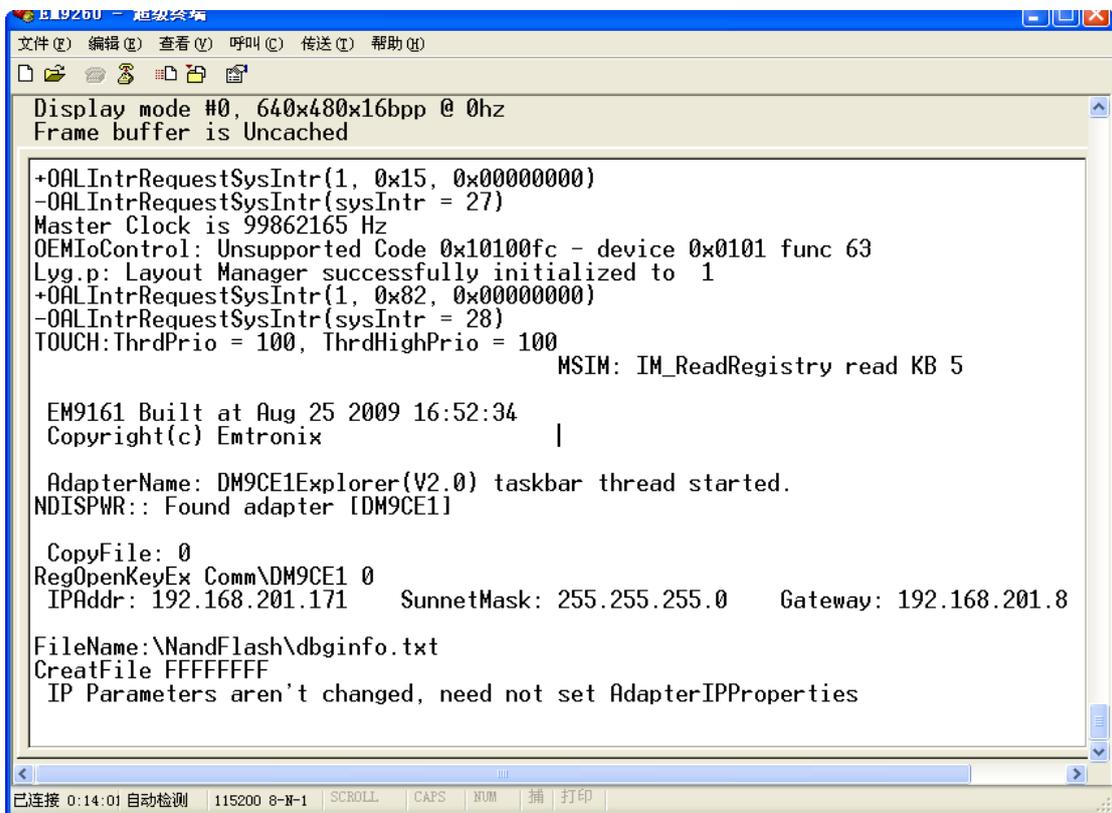

图 6 WinCE 启动界面
- 5、重启开发板，由于在第一次启动时，WinCE 需要格式化 NandFlash，根据 NandFlash 的大小，需要等 1—5 分钟时间，最终可以在超级终端看到 EM9161G 的启动信息了。如图 6 所示